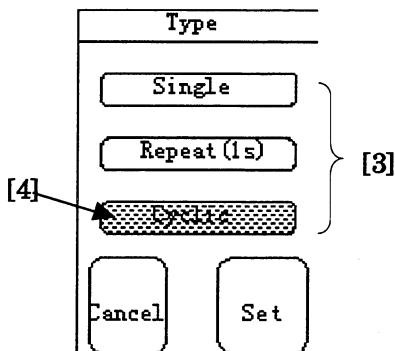
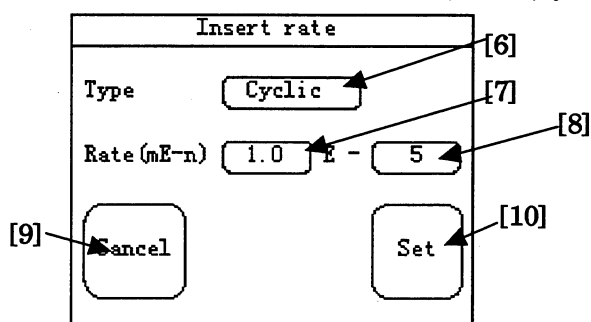
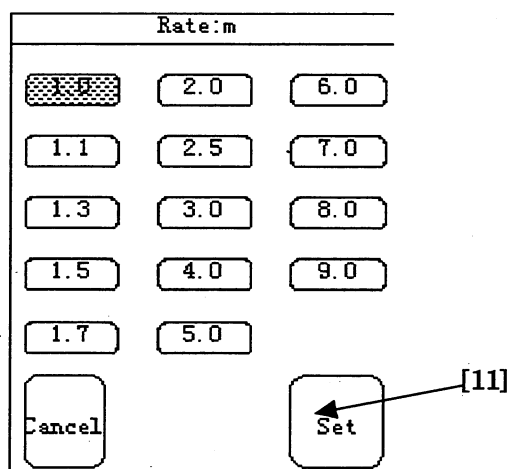

図 5.4-9 Type 設定ウインドウ
図 5.4-10 エラー付加設定ウインドウ
図 5.4-11 "Rate:m" ウインドウ
- (2) [1]の"Insert rate"ボタンを押します。[1]で"Single"または、"Repert(1s)"の設定の場合、以下のようなウインドウが開きます。それ以外の場合は、図 5.4-10のウインドウが開きます。
- (4) ここで[4]の"Cyclic"を選択し, "Set"ボタン(図 5.4-9,[5])を押すと, 以下のような誤り挿入設定ウインドウが開きます。
- (5) "Rate:m"ボタン(図 5.4-10,[7]), "Rate:n"ボタン(図 5.4-10,[8])を押し, それぞれを設定します。
ここでは, "Rate:m"ボタン(図 5.4-10,[7])を押します。これにより, さらに以下のようなウインドウが表示されます。
- 図 5.4-10の[6]の"Type"は, 図 5.4-9の"Type"と同様です。設定する必要はありません。
- (6) 希望の選択が終了したら, "Set"ボタン(図 5.4-11,[11])を押します。
- (7) "Rate:m"設定ウインドウが自動的に閉じて "Rate:m"の設定を完了します。
- (8) 同様に"Rate:n"の設定に 5~7 を繰り返します。
- (9) すべての設定が終了したら, "Set"ボタン(図 5.4-10,[10])を押します。
- (10) 誤り挿入レート設定ウインドウが自動的に閉じて設定の完了となります。